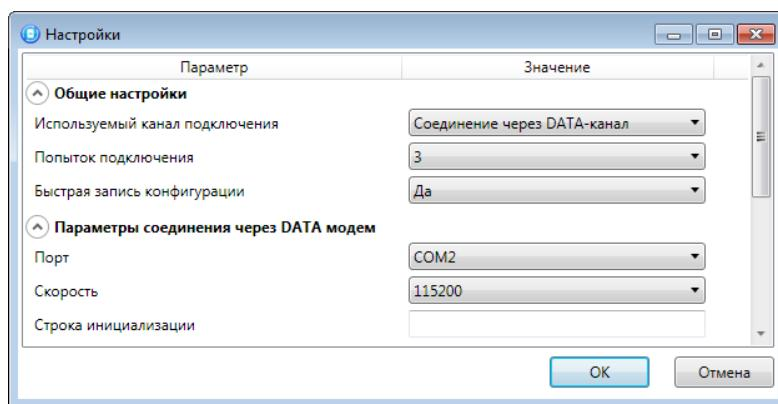

Рис. 4.11. Параметры подключения по каналу DATA
**Шаг 1:** для задания параметров подключения откройте окно *Настройки* и в раскрывающемся списке *Используемый канал подключения* выберите *Соединение через DATA-канал*. Задайте описанные ниже параметры и нажмите кнопку *OK* (Рис. 4.11).